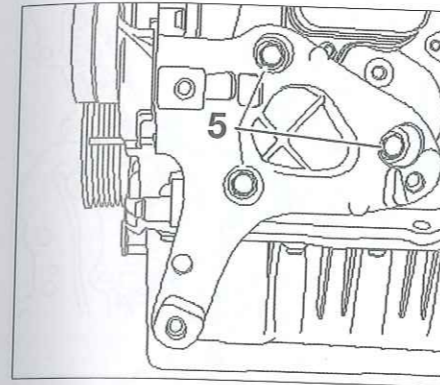

Fig. 4
- el soporte para órganos auxiliares (Fig.4).